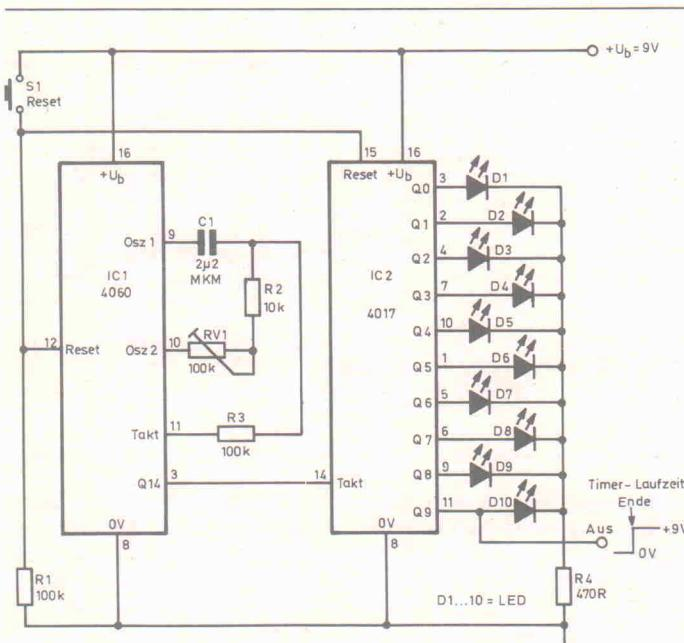

Bild 8. Zwei Impulszähler 'in Reihe': praktisch beliebig lange Zeiten.
Mit einem weiteren Zählerbaustein, der z. B. von einem 4060 seine Zählimpulse erhält, lassen sich praktisch beliebig lange Timerzeiten erreichen. In Bild 8 folgt auf den 4060 ein 10er-Zähler 4017. Desse Ausgänge sind dekodiert, d. h. von den Ausgängen 1...10 ist jeweils nur einer aktiviert, also log. 1. Da IC1, wenn der Zähler voll ist (nach  $2^{14}$  Taktimpulsen), wieder bei Null anfängt, wird bei jedem vollständigen Zyklus ein Zählimpuls auf den 4017 gegeben, der somit die Zyklen zählt und deren momentane Anzahl mit den LEDs
1...10 anzeigen. So ergibt sich eine schnelle 'Ablesbarkeit' der momentanen Timer-Laufzeit in 10 Stufen. Als Ausgang ist in Bild 8 die letzte Stufe angegeben, jedoch kann jede der Stufen Q0...Q9 als Signalausgang dienen; bei Bedarf lassen sich sogar mehrere oder alle Ausgänge